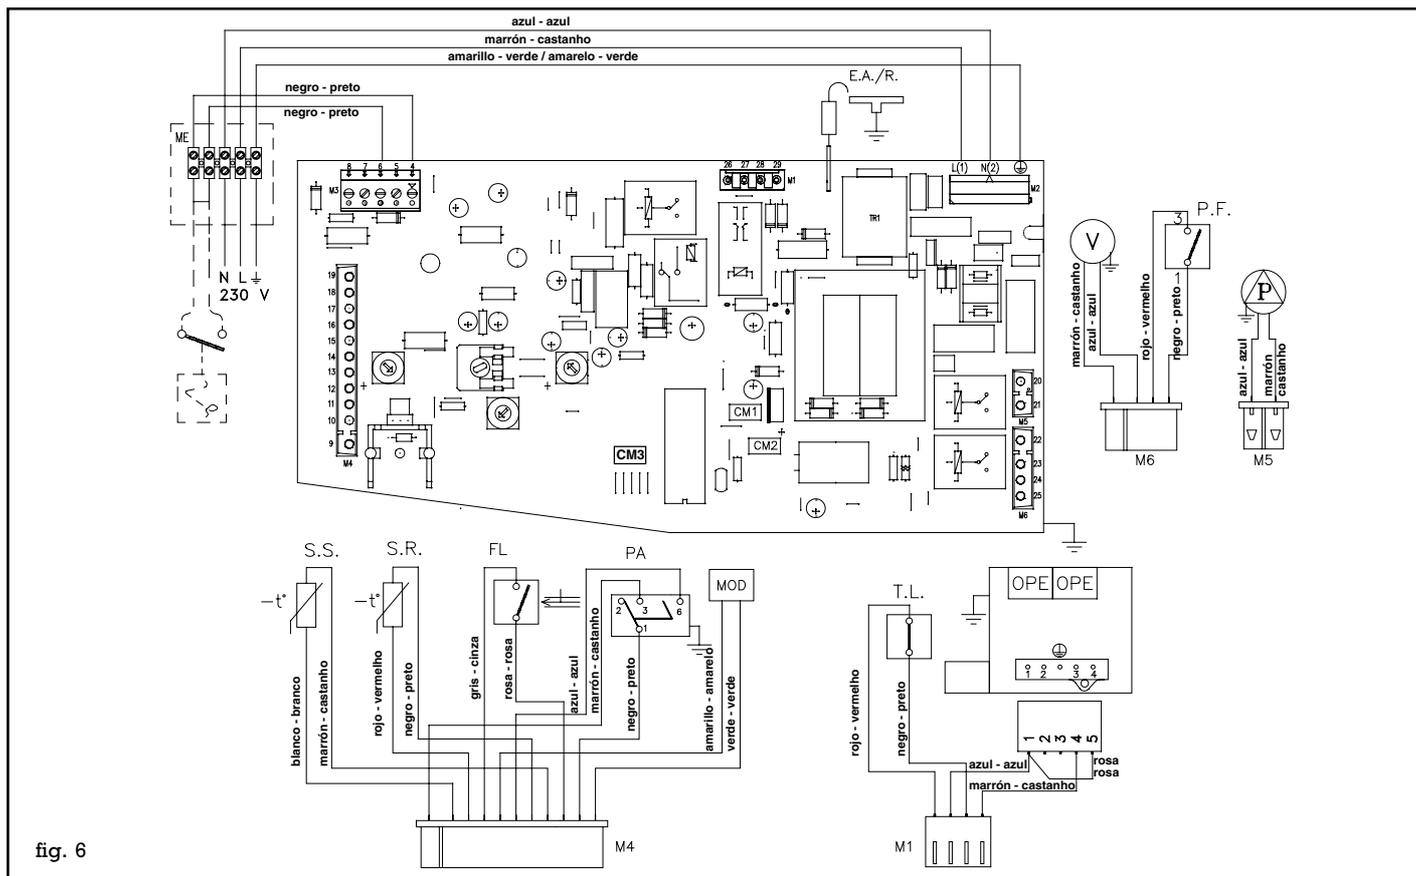
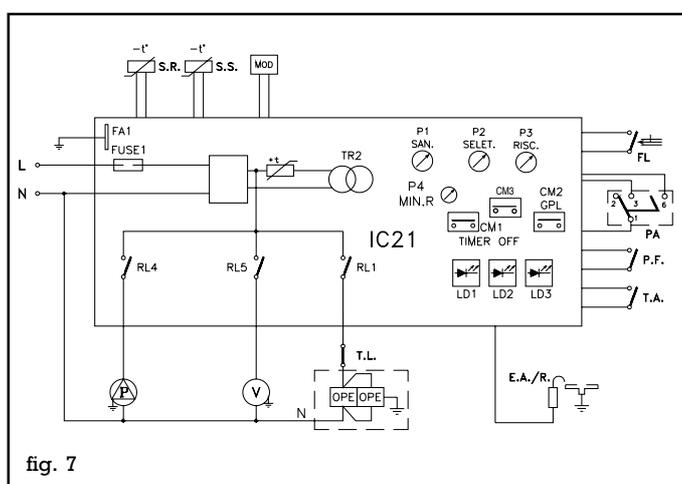

fig. 6
fig. 7
**ESQUEMA ELÉCTRICO DE CABLEADO (fig. 6) Y ESQUEMA FUNCIONAL (fig. 7)**
**DIAGRAMA ELÉCTRICO, MULTIFILAR (fig. 6) E FUNCIONAL (fig. 7)**